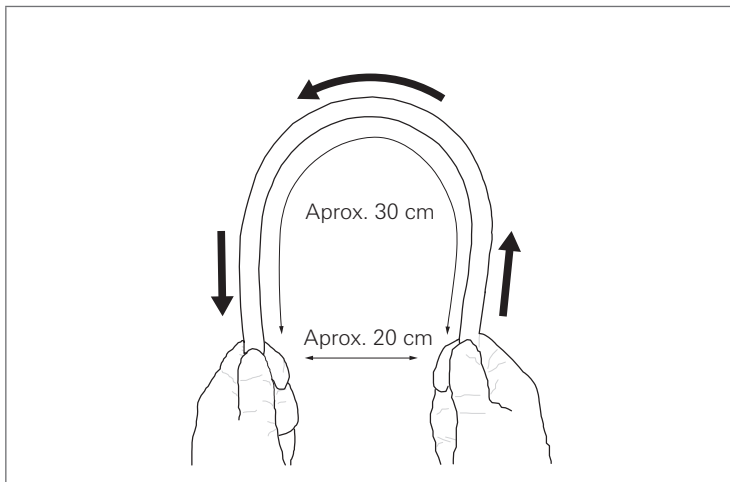

Figura 3.7
9. Folosind ambele mâini, îndoiți tubul de inserție sub forma unui arc, după cum este ilustrat în Figura 3.7. Prin glisarea tubului de inserție în direcția săgeții din Figura 3.7, asigurați-vă că întregul tub de inserție poate fi îndoit uniform și ușor, sub forma unui arc.